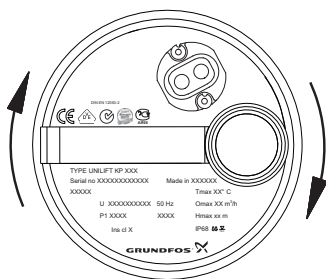

Рис. 8 Направление вращения
3. Проверить перемещение (толчок) насоса при запуске. Если он вращается (рывок насоса) в направлении, указанном на рис. 8 (по часовой стрелке), то в этом случае электродвигатель имеет правильное направление вращения. Если рывок имеет противоположное направление, следует поменять местами два фазовых провода подключения электродвигателя.